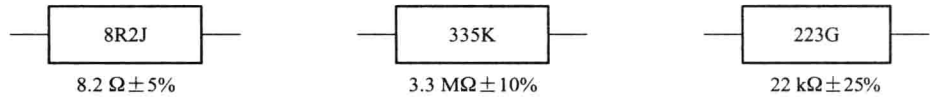

图 1-3 电阻器的数码法图示
③ 数码法。用三位阿拉伯数字表示，前两位数字表示阻值的有效数，第三位数字表示有效数后面零的个数。当阻值小于 10Ω 时，常以“ $\times R \times$ ”表示，将 R 看作小数点。单位为欧姆。偏差通常采用符号表示：B（ $\pm 0.1\%$ ）、C（ $\pm 0.25\%$ ）、D（ $\pm 0.5\%$ ）、F（ $\pm 1\%$ ）、G（ $\pm 2\%$ ）、J（ $\pm 5\%$ ）、K（ $\pm 10\%$ ）、M（ $\pm 20\%$ ）、N（ $\pm 30\%$ ）。如图 1-3 所示。